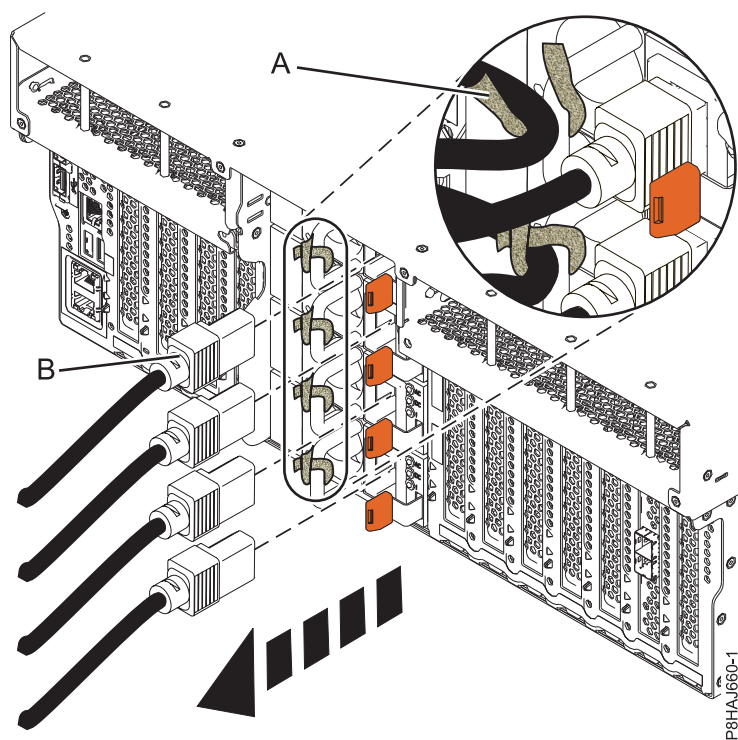
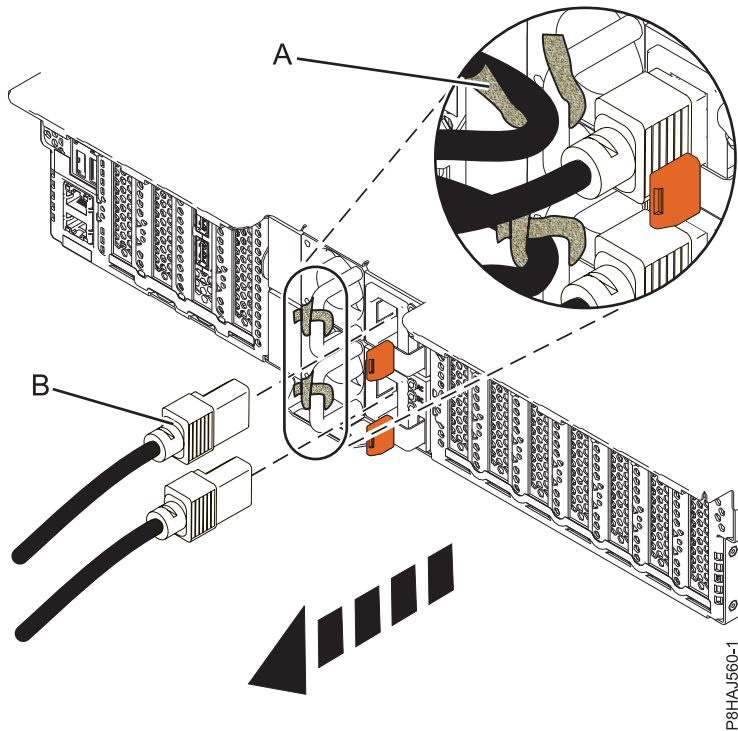
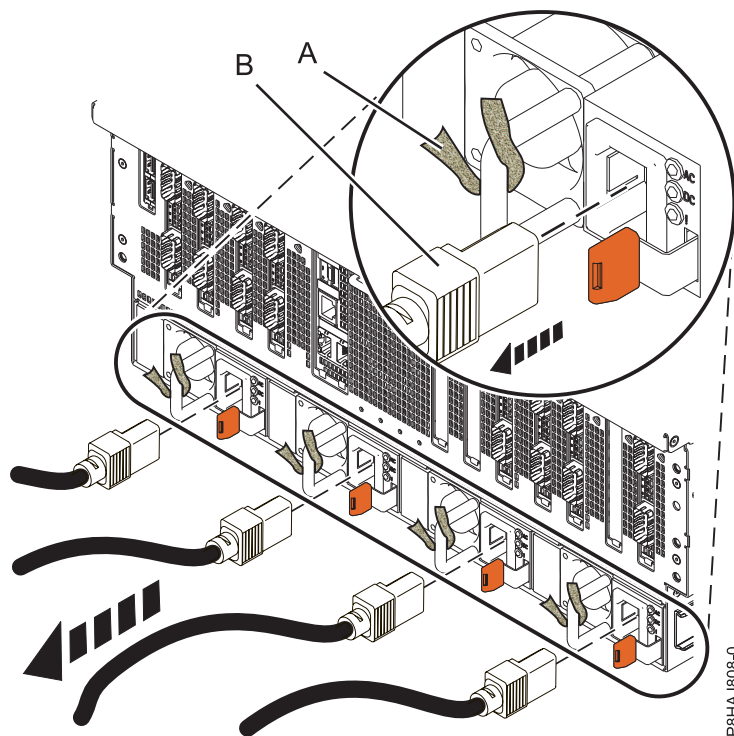

Figura 86. Remover os cabos de alimentação de um sistema 8247-42L, 8286-41A ou 8286-42A
Figura 87. Remover os cabos de alimentação de um sistema 5148-21L, 5148-22L, 8247-21L, 8247-22L, 8284-21A ou 8284-22A
Figura 88. Remover os cabos de alimentação de um sistema 8408-44E ou 8408-E8E
3. Desligue os cabos de alimentação **(B)** da unidade de sistema. Consulte Figura 86 na página 122, Figura 87 na página 122 ou Figura 88 na página 123 ou dependendo do tipo de sistema.
- O cabo de alimentação é fixado ao sistema ao utilizar a presilha (A). Se estiver a colocar o sistema na posição de assistência após ter desligado os cabos de alimentação, certifique-se de que liberta a presilha.